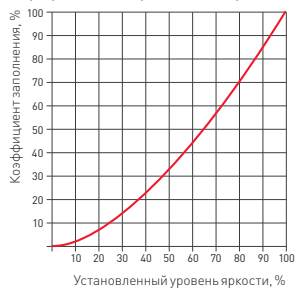

Рис. 4. Выбор характеристики диммирования
- 3.8. Выбор характеристики диммирования выполняется DIP-переключателем 3 (см. рис. 4).